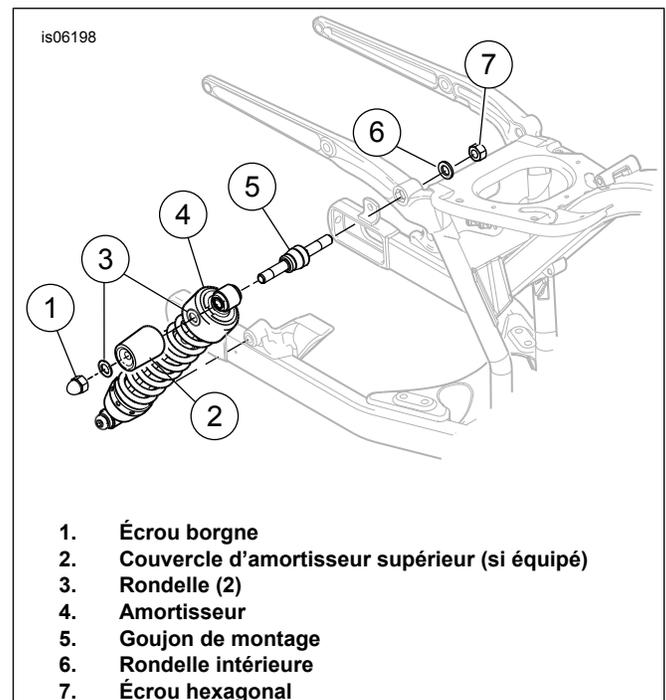
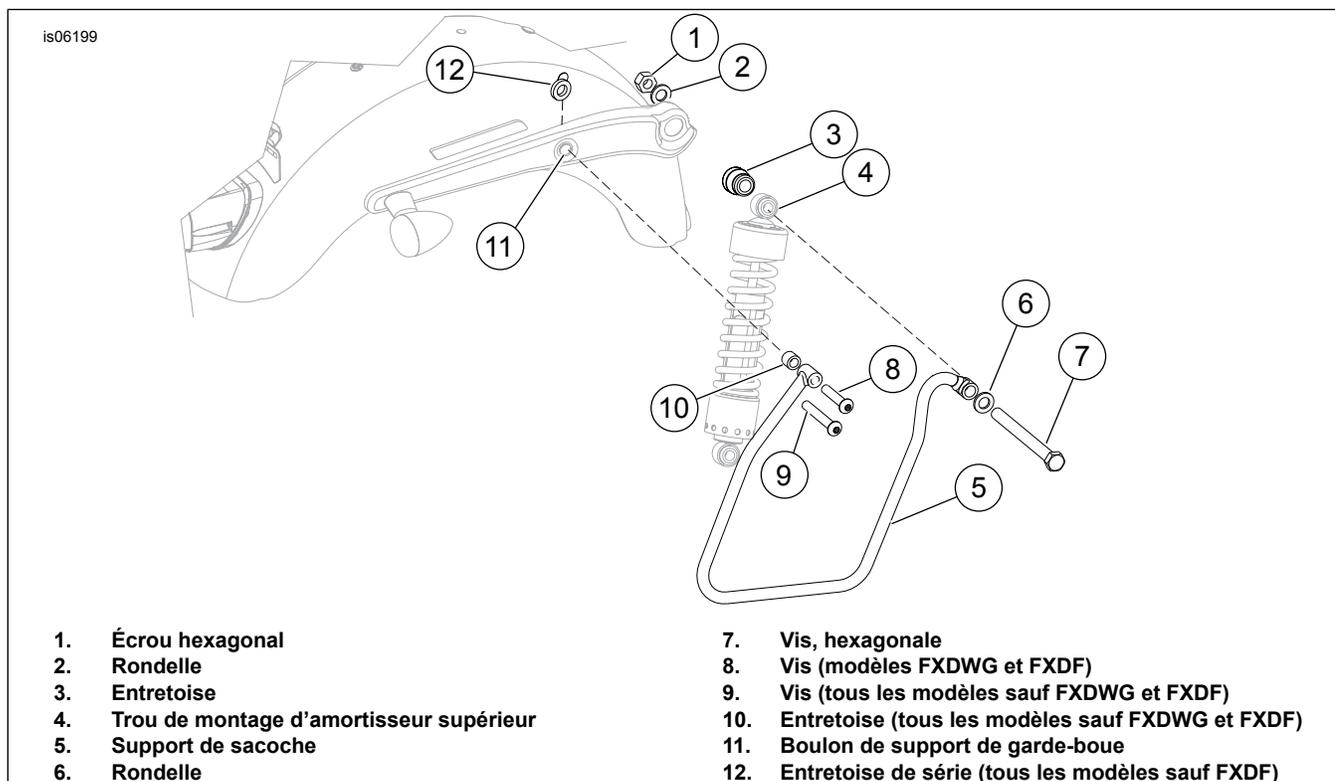

Figure 1. Retirer l'amortisseur arrière (typique)
Figure 2. Installer le support de sacoches
2. Voir Figure 1. Retirer l'écrou borgne (1), les rondelles (3), le goujon de montage (5), la rondelle (6) et l'écrou (7). Jeter la visserie.
3. **Pour tous les modèles sauf FXDB et FXDWG** : Retirer et conserver le couvercle d'amortisseur supérieur (2) (s'il est présent). **Pour les modèles FXDB et FXDWG** : Retirer et jeter le couvercle d'amortisseur supérieur (2).
4. Voir Figure 2. Retirer et jeter le boulon de montage de garde-boue (11) du couvercle de support de garde-boue.
5. **Pour tous les modèles sauf FXDF** : Retirer l'entretoise (12). Conserver pour l'installation.
1. Voir Figure 2. Enduire de frein filet et produit d'étanchéité Loctite 243 (bleu) les filets du boulon de montage (7).
2. Installer le support de sacoches (5) sur l'amortisseur (4) avec l'écrou (1), la rondelle (2), l'entretoise (3), la rondelle (6) et le boulon (7).
3. **Pour tous les modèles** : Enduire de frein filet et produit d'étanchéité Loctite 243 (bleu) les filets du boulon de montage (8 ou 9). **Pour les modèles FXDWG** : Installer le point de montage arrière du support de sacoches avec la vis courte à tête bombée (8). **Pour les modèles FXDF** : Installer le point de montage arrière du support de sacoches avec la vis courte à tête bombée (8). Vérifier que l'entretoise de série (12) est à la bonne position. **Pour tous les autres modèles** : Installer le point de montage arrière du support de sacoches avec la vis longue à tête bombée (9) et l'entretoise (10).
4. Serrer le boulon d'amortisseur supérieur (7) à un couple de 95–115 N·m (75–85 ft-lbs).